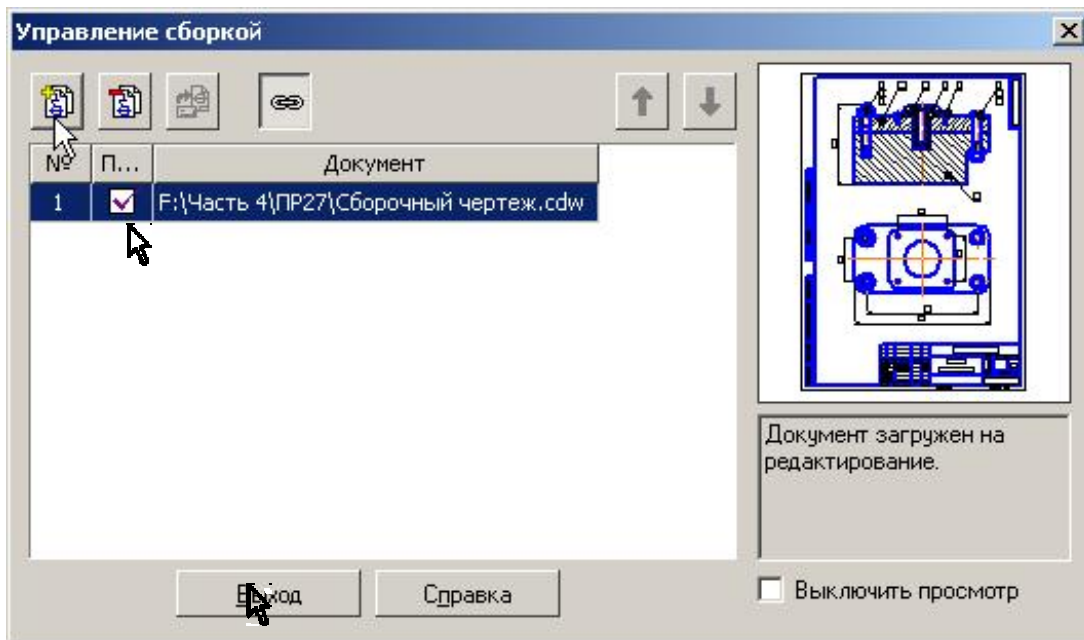

Рис. 66
- 3) Подключите к спецификации сборочный чертеж. Сделайте активным окно спецификации. Выполните команду **Сервис – Управление сборкой** или нажмите кнопку  на панели. В диалоговом окне **Управление сборкой** нажмите кнопку **Подключить документ**, рис. 66, и подключите сборочный чертеж. В спецификации появились все объекты. Сохраните документ.